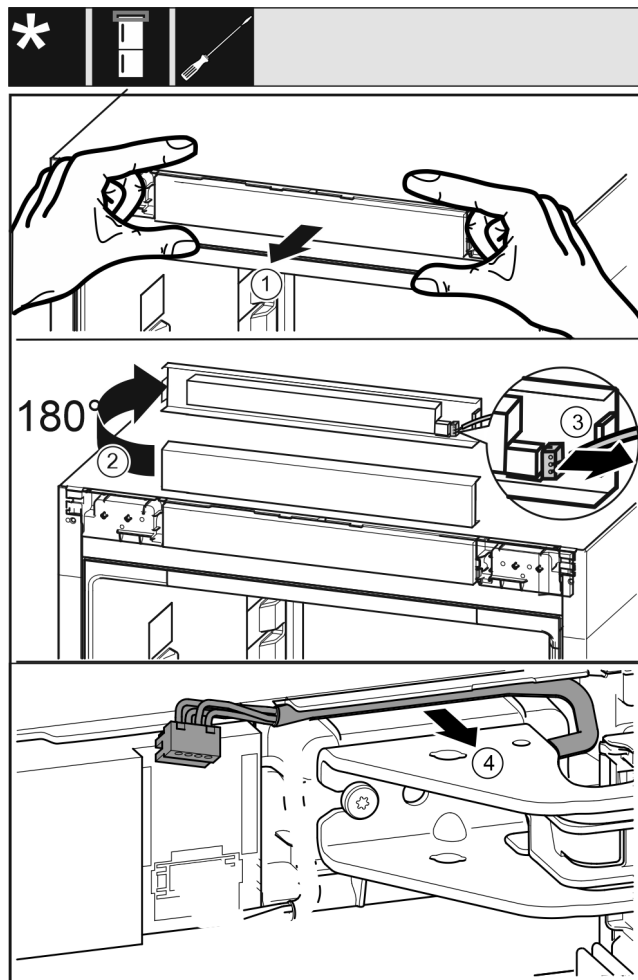

Fig. 6
- ▶ Okvir upravljalne plošče previdno ločite v smeri naprej. Fig. 6 (1)
- ▶ Okvir upravljalne plošče obrnite navzgor za 180°. Fig. 6 (2)
- ▶ Zaskočni nastavek potisnite nazaj in previdno izvlcite vtič. Fig. 6 (3)
- ▶ Kabel preko ležajnega podstavka previdno sprostite iz vodila. Fig. 6 (4)